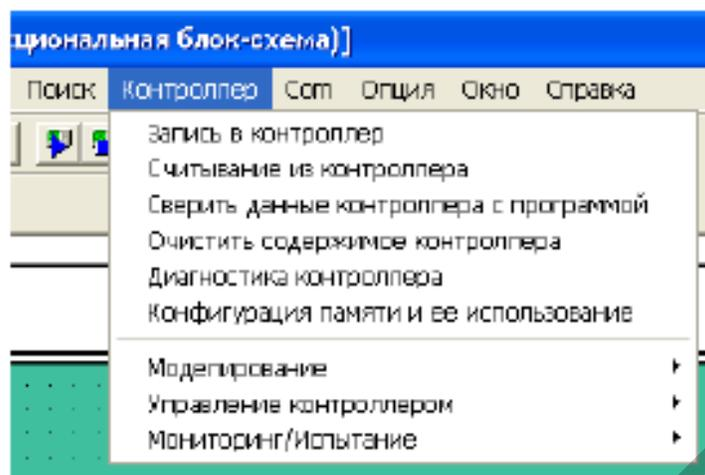

Рисунок 9.1 – Окно управление контроллером
- 1) Щелкните на пункте "Запись в контроллер" в меню Контроллер (рисунок 9.1).